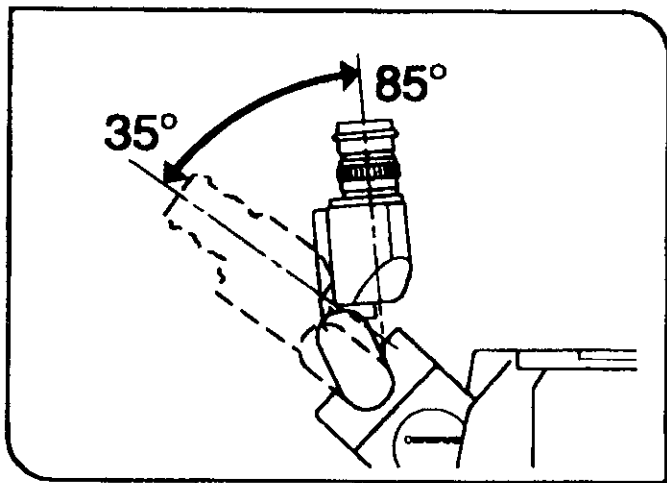

图 27
#### (7) 调节倾角（仅适用于 U-TBI90）（图 27）
- ③ 把观察镜筒的高度和倾角调节到最舒适的观察位置